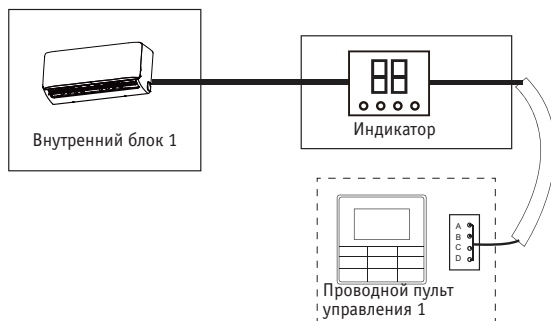

Рис. 8.9
- Используйте один проводной пульт ДУ для управления одним внутренним блоком (рис. 8.9). Если заказана плата дисплея, то проводной пульт ДУ можно подключить следующим образом.